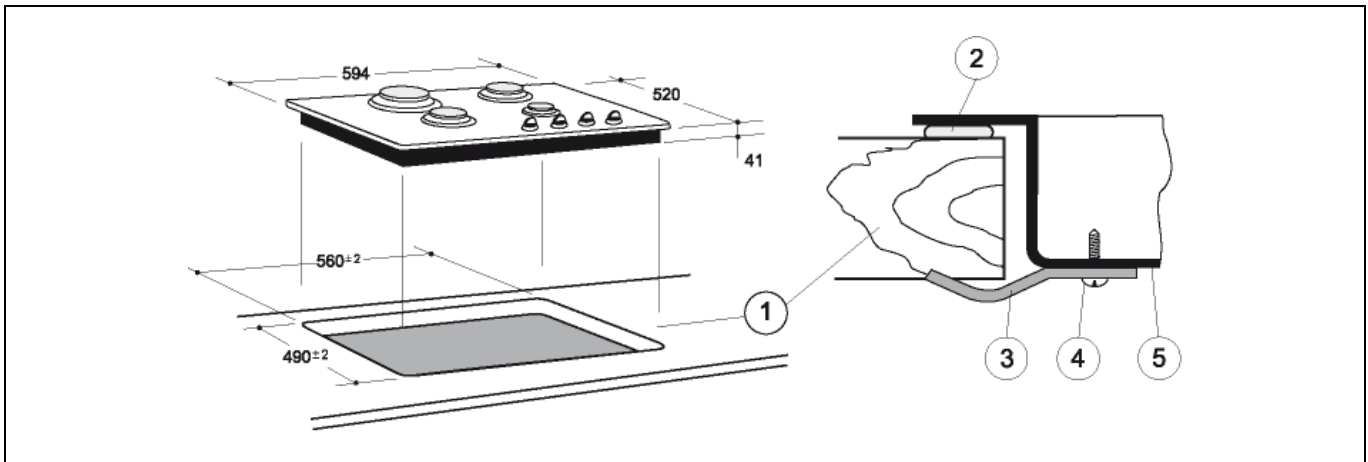

Fig.4
2. Corte un agujero rectangular de dimensiones 490 x 560 [mm] en la mesa de trabajo (fig. 4).
4. Coloque la placa boca abajo y pegue la junta 2 en todo su perímetro (fig. 4 y 5).